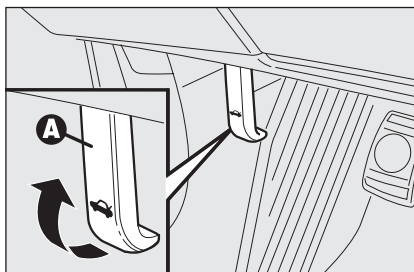

fig. 98
- ☐ tirare la leva **A-fig. 98** fino ad avvertire lo scatto di sgancio;